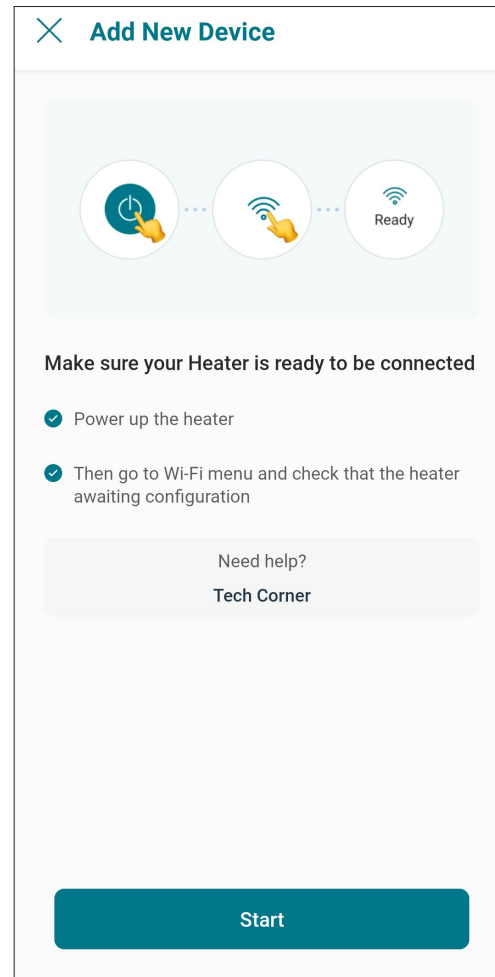

Figure 84. Écran de vérification
3. L'écran "Check your Device" s'affiche. Assurez-vous que l'appareil AVIA est sous tension et que le signal Wi-Fi est présent, puis appuyez sur le bouton "START", voir Figure 84.